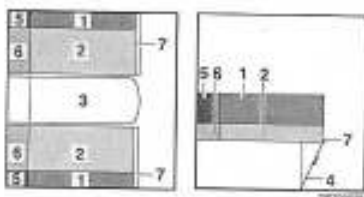

Fig. 76 Après l'agrandissement
- Rabattre la rallonge de la banquette (Fig. 76,7) vers le haut et enclencher avec le rabat (Fig. 76,4).
- Tirer le coussin de dossier (Fig. 76,1) et les coussins d'assise (Fig. 76,2) sur la rallonge de la banquette.
- Placer les coussins supplémentaires (Fig. 76,6) entre les coussins d'assise et la paroi extérieure.
- Placer les coussins supplémentaires (Fig. 76,5) entre les coussins de dossier et la paroi extérieure.